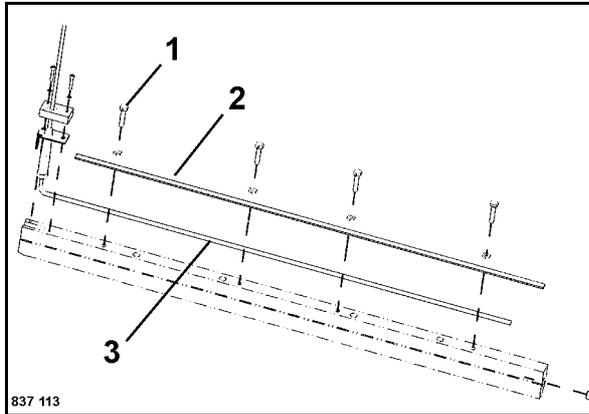

Fig. 228
- Allentare le viti di fissaggio 1 (Fig. 228) della piastra di protezione (2) ed estrarre l'elemento riscaldante.